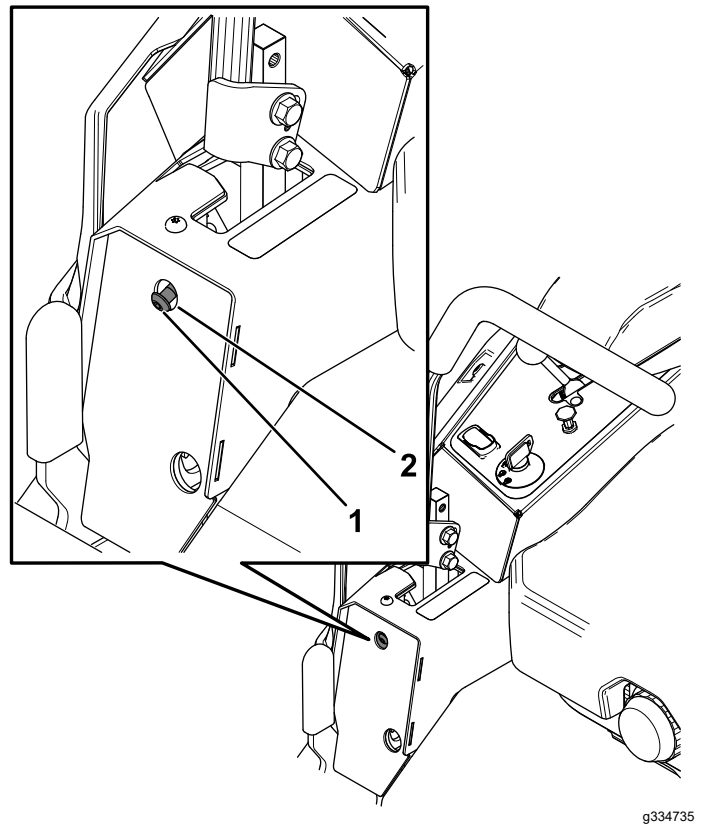

Figure 71
6. Si la machine se déporte à droite, insérez une clé hexagonale de 3/16 po dans le trou d'accès du panneau de protection avant gauche et tournez la vis de réglage de l'alignement dans le sens horaire ou antihoraire pour ajuster la course du levier (Figure 71).
7. Si la machine se déporte à gauche, insérez une clé hexagonale de 3/16 po dans le trou d'accès du panneau de protection avant droit et tournez la vis de réglage de l'alignement dans le sens horaire ou antihoraire pour ajuster la course du levier (Figure 71).